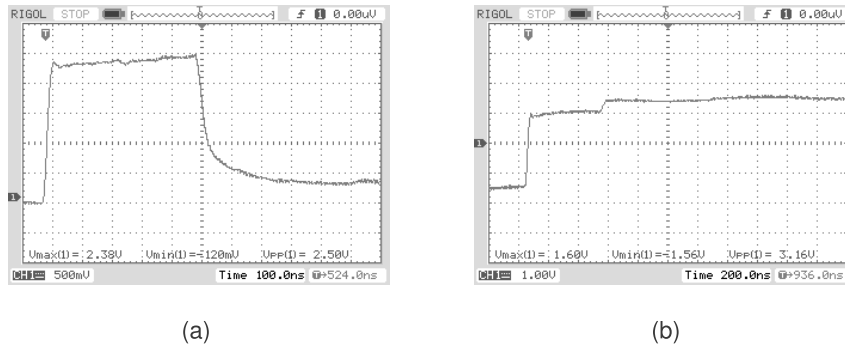

Figura 19: Casos de reflexión por carga real
- En la Figura 19 se muestran dos oscilogramas de reflexión por carga real. Se sabe que la línea tiene  $50\Omega$  y no posee atenuación.